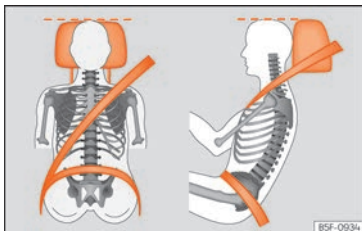

**Fig. 85** Poggiatesta posizionato correttamente, vista frontale e laterale.
- Regolare il poggiatesta portandone il bordo superiore alla stessa altezza della parte superiore della testa, almeno all'altezza degli occhi » **fig. 85**.